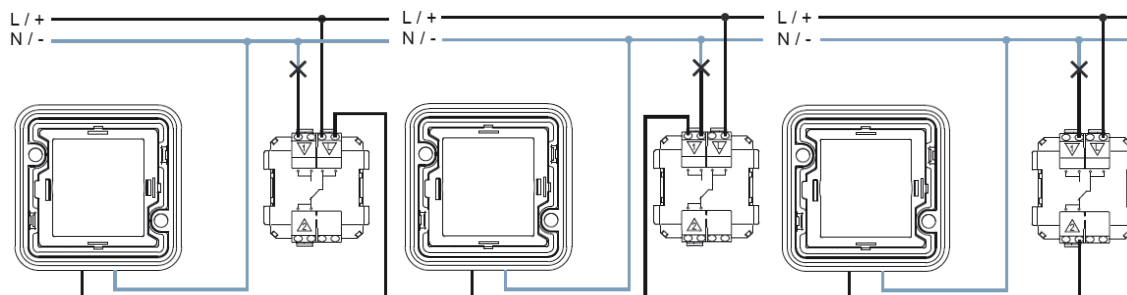

Afbeelding 4
- De bevestigingsvoorzieningen (7) zijwaarts naar buiten duwen en het inbouwelement (4) uit het ondergedeelte van de behuizing halen (afbeelding 4).